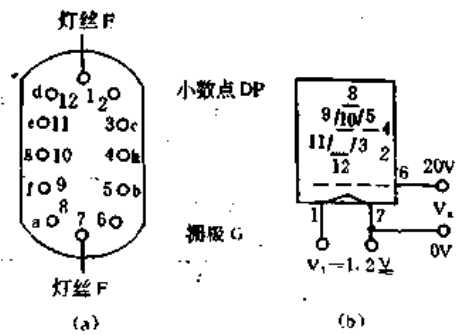

图 31-4
①YS27-3 型荧光数码管的管脚排列和接线方法分别如图 31-4(a)、(b)所示。
②YS27-3 型荧光数码管主要参数表(见表 31-4)。